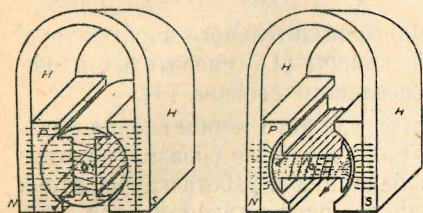

Рис. 6. Схема действия магнето.
**Устройство магнето.** Основы устройства и действия магнето показаны на рис. 6. Главными частями магнето являются подковообразный магнит с полюсами N и S и вращающийся между полюсами якорь А, представляющий собой горизонтальный цилиндр с двумя вырезами, вокруг которых наматывается обмотка из изолированной проволоки. Полюса магнита снабжены полюсными наконечниками Р, расточенными по размеру якоря, чтобы он вращался между ними с наименьшим и одинаковым зазором. Между полюсами N и S постоянно действуют, так наз., линии магнитных сил, показанные на чертеже горизонтальными параллельными линиями, образующие, так наз., „магнитное поле“. Вследствие электромагнитной индукции\*), в обмотке якоря, при вращении его, когда проводники обмотки под различными углами пересекают магнитные линии, возбуждается переменный индукционный ток.